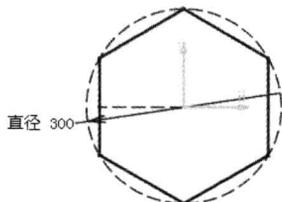

图 2.2 草图 1
Step2. 创建图 2.2 所示的草图 1。选择下拉菜单 **插入** → **草图编辑器** → **草图** 命令；选择“xy 平面”作为草图平面；在草绘工作台中绘制如图 2.2 所示的草图。